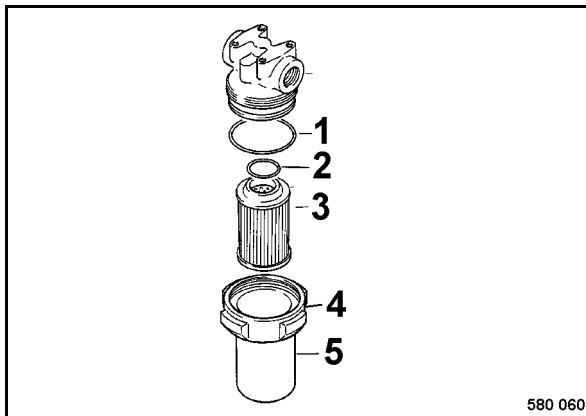

Fig. 146
- Desenroscar la tuerca tapón 4 (Fig. 146), y retirar la caja filtradora (5) con el elemento filtrante (3).